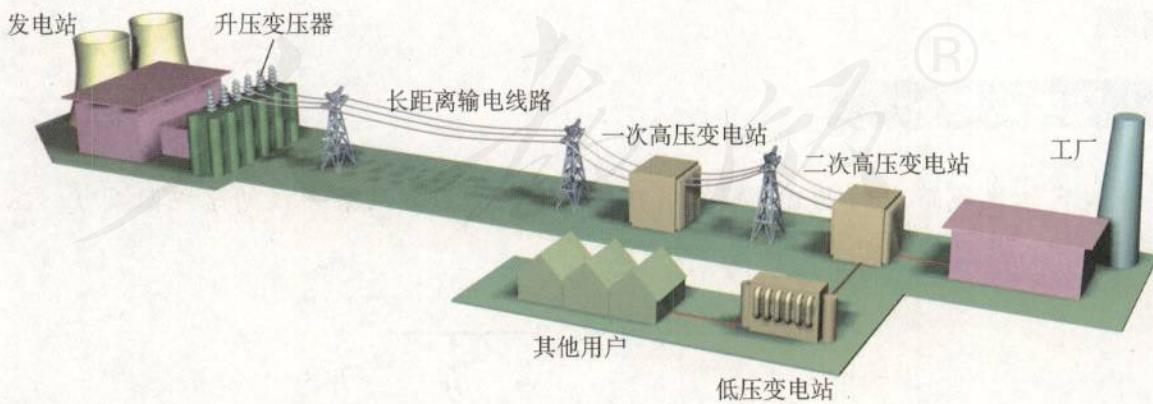

图 5.5-3 输电过程示意图
① 实际上电厂供给的电能要经过多次转换才能到达用户（图5.5-3），这里只讨论原理，所以把问题简化了。